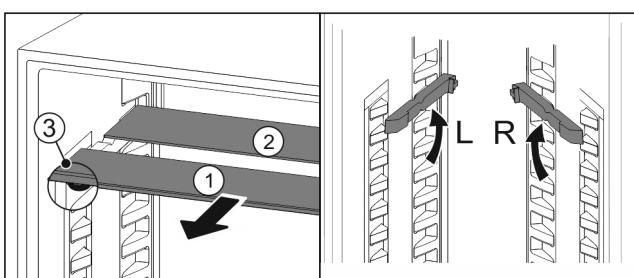

Fig. 56
- ▶ Издърпайте Fig. 56 (1) поотделно стъклените площи напред.
- ▶ Стъклената плоча Fig. 56 (1) с декоративната лайстна е отпред.
- ▶ Ограничителите Fig. 56 (3) сочат надолу.